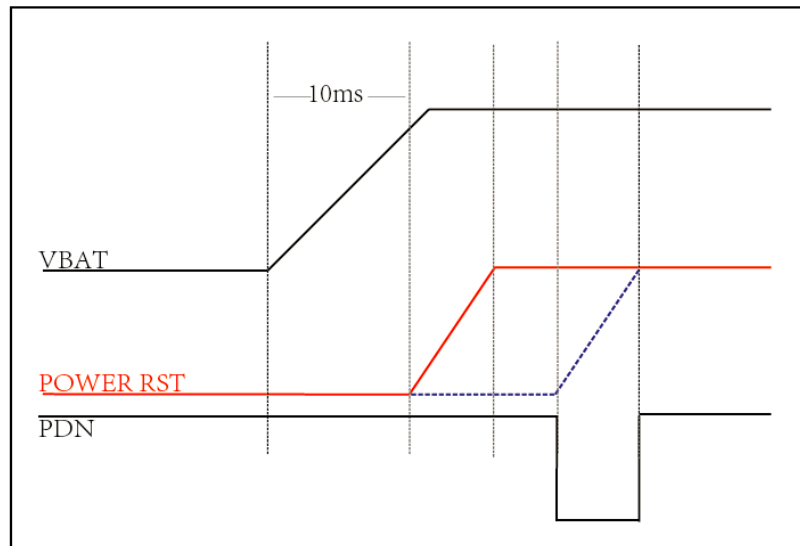

图 4 RDA5981X 上电时序图
图 4 所示，VBAT 电源要在 10ms 内上升到 2.8V^①以上，内部 Power RST 电路才能正常 reset，芯片内部有低电压检测模块，当 VBAT 小于 2.8V^①时，芯片内部就会处于 reset 状态。如果 VBAT 上升比较缓慢，建议在 PDN 上增加 100nF 到 1uF 电容对地，延迟复位时间。
① 芯片 GBF 版本修改内容，GBD 及以前版本复位电压为 0.8V